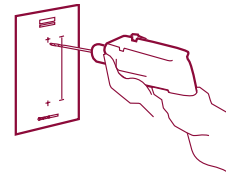

図4
- 粘着性ガイドを壁に貼り、5 mm径のドリルでガイドの印通りに穴を開けます。（図4）